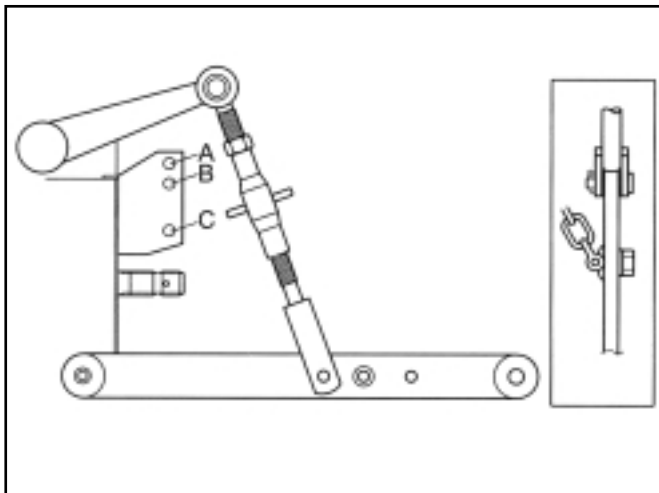

FIG. 57 / ABB. 57 / FIG. 57
L'attelage fournit 3 positions pour connecter la tige supérieure au tracteur (Fig. 57).
Normalement, les tiges de relevage sont attachées aux trous les plus à l'avant dans les raccords inférieurs, comme illustré dans la Fig. 57.
Das Hubwerkgestänge bietet drei Positionen zur Anbringung der Anlenkstange (Abb. 57).
Normalerweise werden die Hubstangen an den Fig.57. vorderen Bohrungen der unteren Lenker befestigt, wie in Abb. 57 gezeigt.
De achterhefinrichting beschikt over drie standen om de topstang aan de tractor vast te maken (Fig. 57)
Normaal gezien maakt u elke ophefstang vast in de voorste gaten van de hefarmen, zoals getoond in Fig. 57.
**HINWEIS:** Zum Arbeiten mit Zugregelung muss der Bolzen (2) montiert werden (wie gezeigt), während der Sicherungsbolzen von Position (X) entfernt und in Position (Y) eingeführt werden muss (Abb. 57 a).
Die Hubstange (1) und die Lenker (2) bieten ebenso verschiedene Befestigungspositionen. Normalerweise wird die untere Bohrung (Q) der Hubstangen an der vorderen Bohrung (X) im Lenker positioniert (Abb. 57 b).